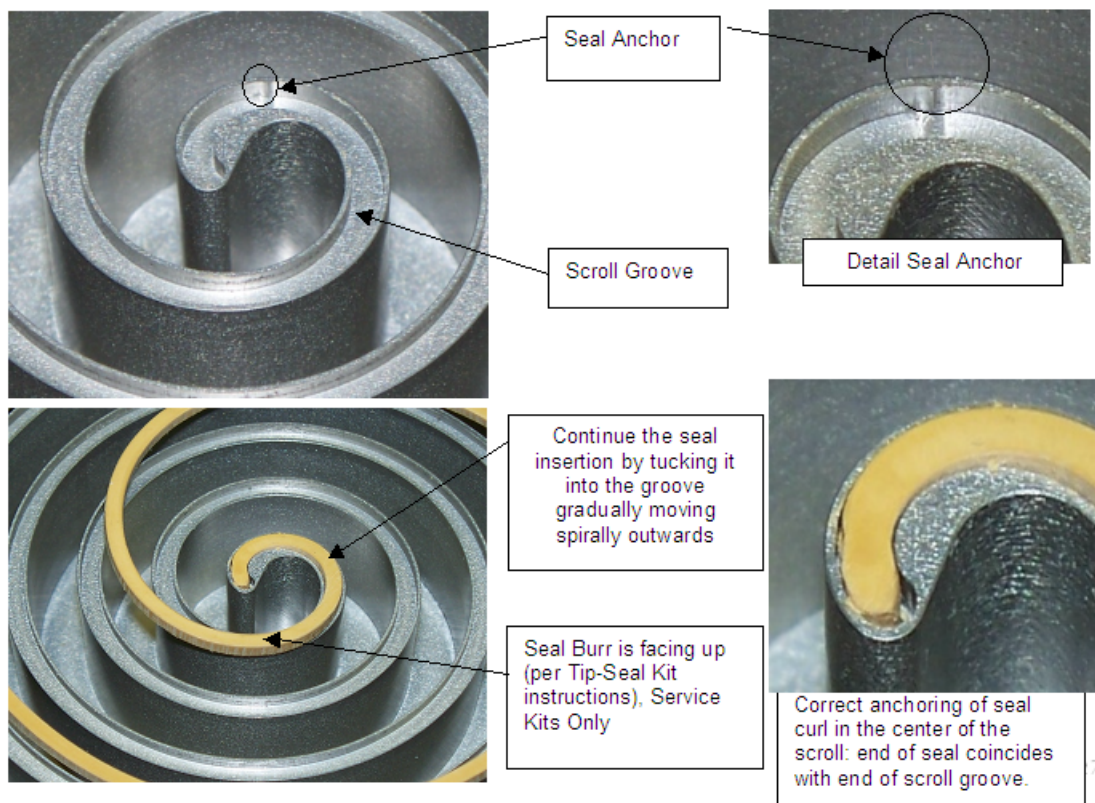

Figura 11 Posizionamento delle tenute terminali
- a. Orientare gli incavi di taglio sui bordi della tenuta verso l'alto, inserire l'estremità curva nella parte centrale della coclea rotante fino a fissare saldamente la tenuta nella scanalatura, verificando che il dispositivo di ancoraggio all'interno della scanalatura sporga sul lato della tenuta (Figura 11). È talvolta necessario spingere a fondo la tenuta per inserirla a fondo nella scanalatura.La tenuta è correttamente installata quando è completamente inserita nella scanalatura e sporge leggermente dalla parte superiore.